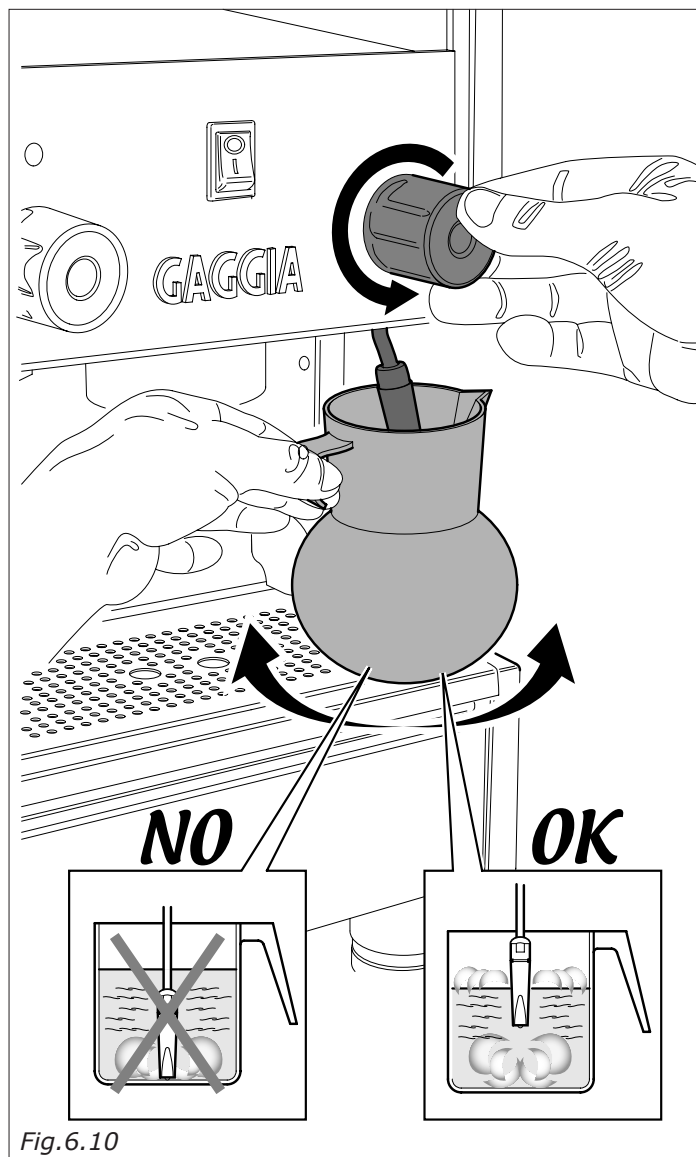

Fig.6.10
- Eine Kanne bis zur Hälfte mit kalter Milch füllen und unter die Dampfdüse halten (Abb.6.10).
- Für die Dampfausgabe den Hahn (Abb.6.10) gegen den Uhrzeigersinn drehen.